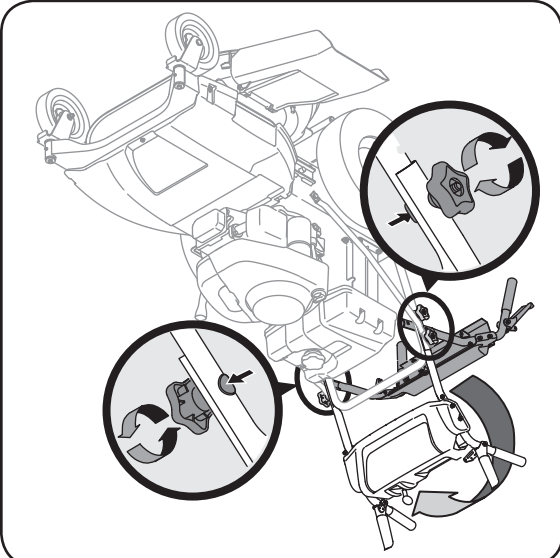

Figure 3-4
2. Positionnez le guidon supérieur à la position de conduite. Faites attention de ne pas pincer les câbles. Voir la Figure 3-4.
4. Serrez les boutons étoilés inférieur et supérieur et les vis ordinaires pour bien maintenir le guidon supérieur sur le guidon inférieur. Voir la Figure 3-4.